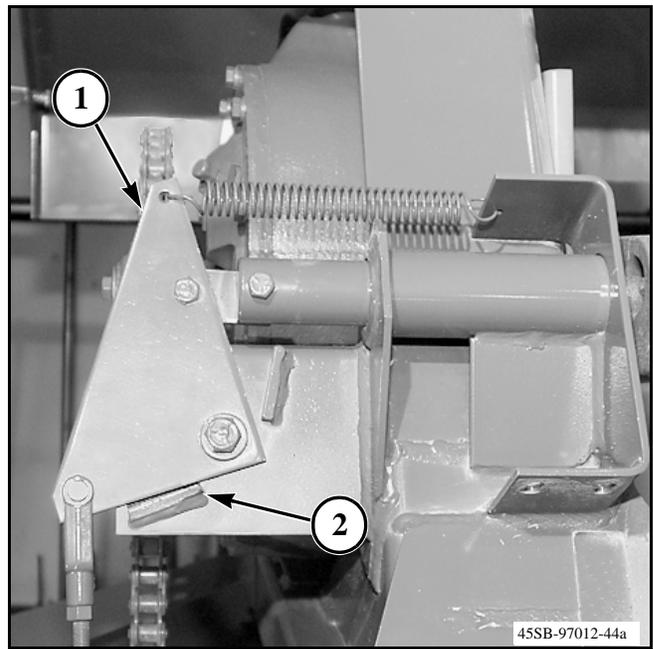

FIG. 3
FIG. 3: Empuje la placa del eslabón (1) contra el tope (2) para desactivar el tope de seguridad del émbolo. Gire el volante hacia la izquierda (visto desde la dirección de desplazamiento) 180 grados mientras sujeta la placa del eslabón contra el tope.